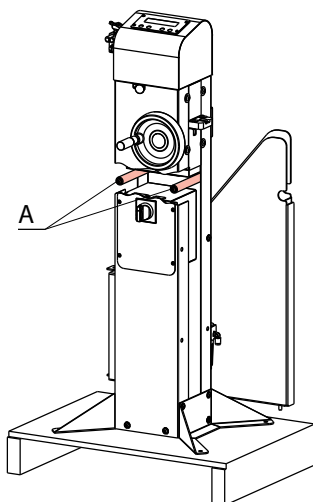

Figura 1
La movilización de la máquina tras la separación de la peana deberá llevarse a cabo **EXCLUSIVAMENTE** por medio de un par de correas que deberán ser fijadas alrededor de los dos distanciadores (A) como en figura 1.